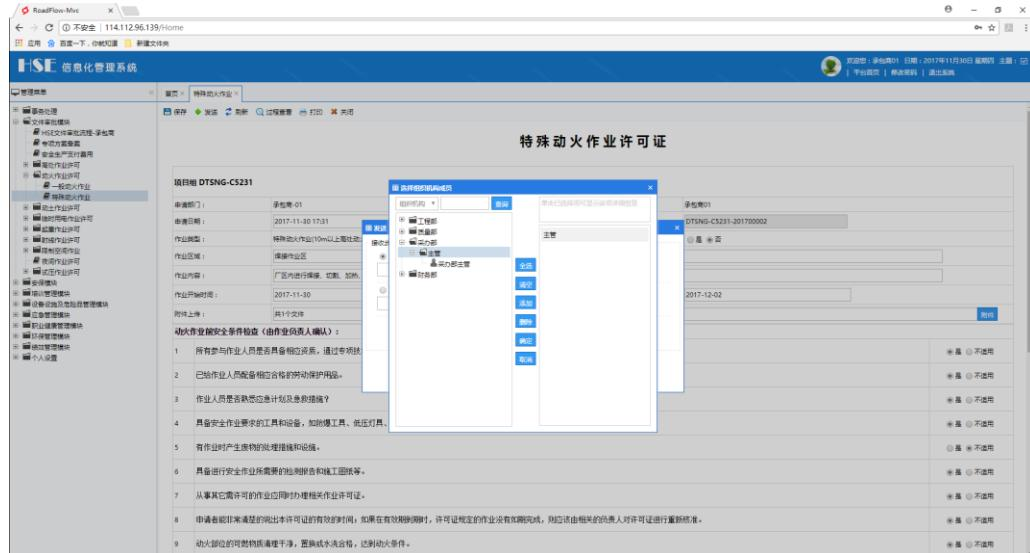

图 5.2-27 发送流程
7. 保存并发送流程，点击上方流程控制菜单的【保存】按钮，系统提示“保存成功”，再点击【发送】按钮，弹出发送界面，点击【选择】按钮，判断是否有交叉作业（本示例按有交叉作业）选择由“采办部主管”岗位接收流程，如图 5.2-27 所示：